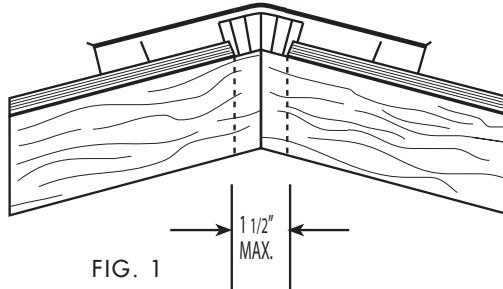
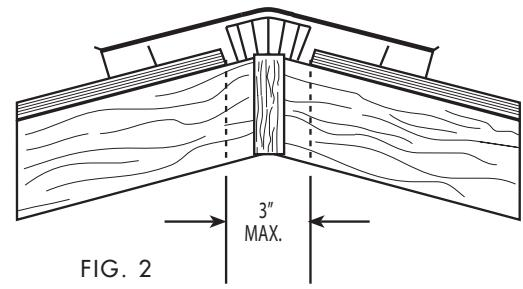

FIG. 1
FIG. 2
**Techos nuevos** - Deje una abertura o haga una abertura inferior a 3/4" a cada lado del poste a lo largo de bordes con poste; 1-1/2" como máximo a lo largo de bordes con cerchas estándar. (ver Fig. 1 y Fig. 2)